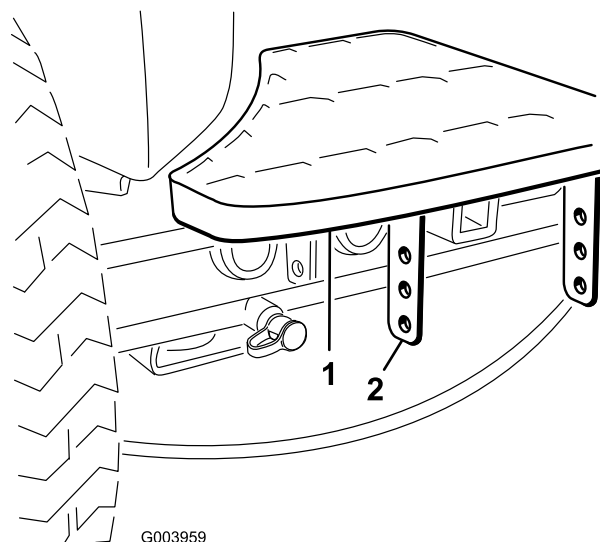

Figura 2
1. Retire los 2 pernos y las tuercas que sujetan los soportes de los peldaños al bastidor de la unidad de tracción (Figura 2).